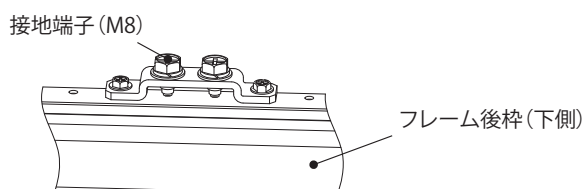

図 1
- ・ラックの接地端子 M8 (2か所) を利用して、本製品のアース接続を必ず行ってください (図 1)。